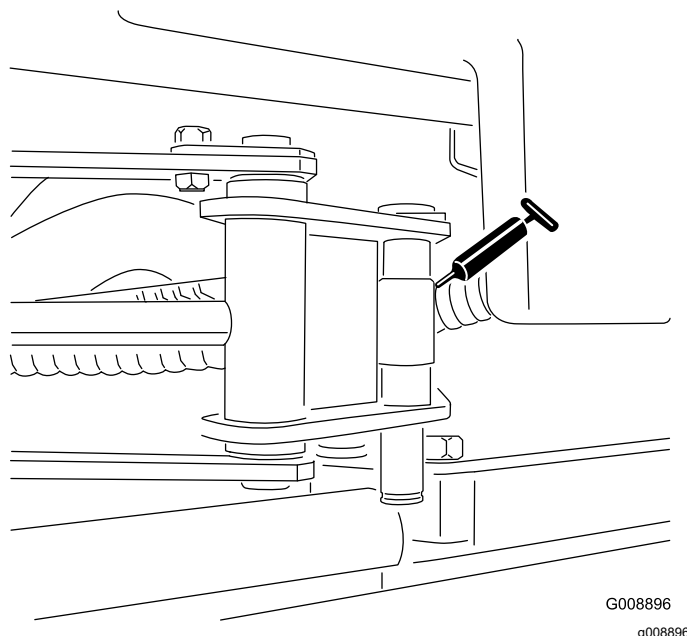

Figura 39
- Estremità del cilindro SideWinder (2) (Figura 39)